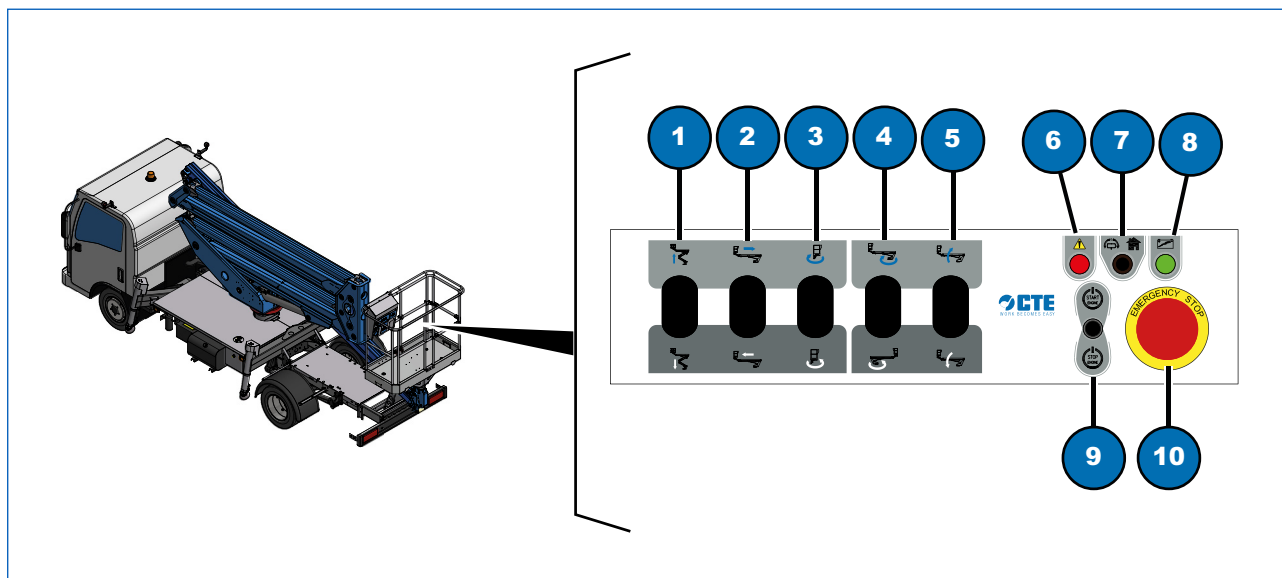

Fig. 6.4
- 7) verificare sul quadro comandi piattaforma di lavoro l'avvenuta accensione della spia presenza tensione (Fig. 6.4, 8);
- 10) effettuare la movimentazione del braccio tenendo premuto il selettore di comando (Fig. 6.4, 1, 2, 3, 4 o 5) nella posizione desiderata;
Se si desidera spegnere il motore al raggiungimento della posizione, tenere premuto il selettore (Fig. 6.4, 9) verso il basso.
Per riavviare tenere premuto il selettore (Fig. 6.4, 9) verso l'alto.